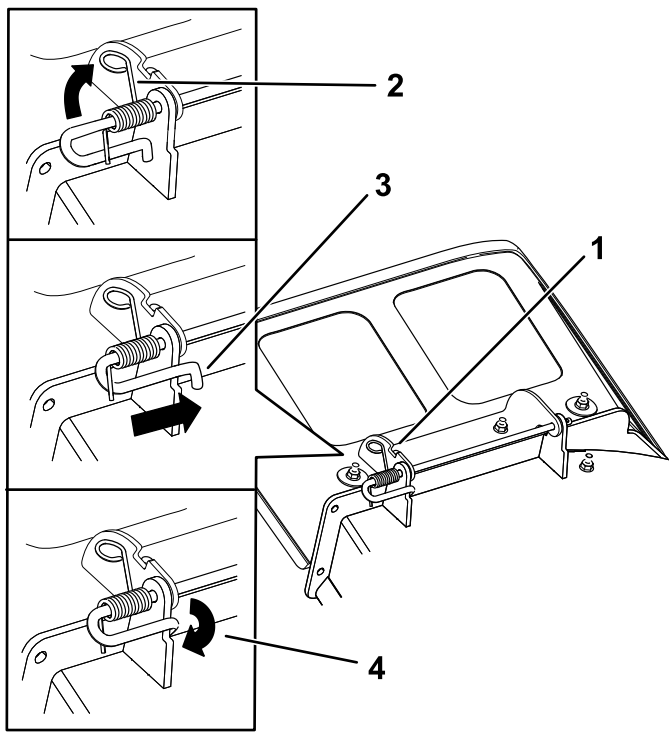

Bild 77
3. Platzieren Sie das neue Auswurfablenkblech mit den Enden der Halterung zwischen die geschweißten Halterungen am Mähwerk, wie in Bild 77 dargestellt.
5. Positionieren Sie die Feder so auf der Stange wie in Bild 77 dargestellt, sodass das kürzere Federende von unter der Stange vor der Biegung hervorkommt und nach der Biegung über der Stange verläuft.
6. Heben Sie das Ende der Feder mit der Öse an und platzieren Sie es in der Kerbe auf der Ablenkblechhalterung (Bild 77).
7. Befestigen Sie die Stangen- und Federbaugruppe, indem Sie sie so drehen, dass sich das kurze Ende der Stange hinter der geschweißten Halterung am Mähwerk befindet (Bild 77).